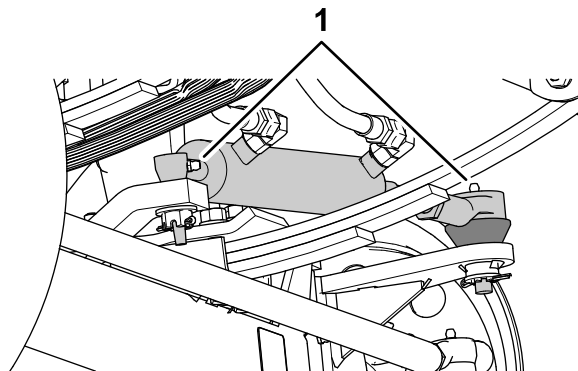
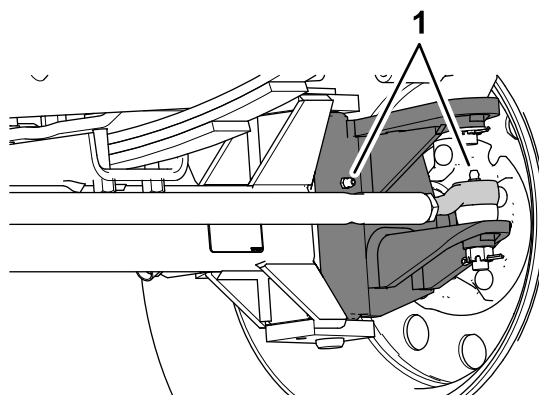

Figure 105
Figure 106
1. Essuyez les graisseurs (Figure 105 et Figure 106).
2. Injectez de la graisse dans les graisseurs (Figure 105 et Figure 106).
Remarque: Les emplacements des graisseurs sont illustrés à la Figure 105.